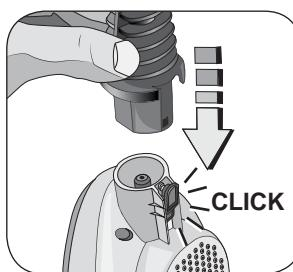
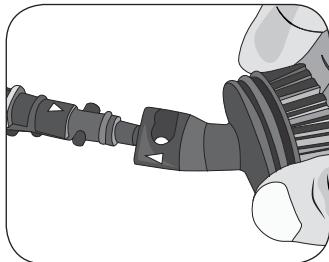

Fig. 14
Fig. 15
Introduire la rallonge (3) sur l'attache du corps de l'appareil. Quand le montage est correct, un "clic" se produit (Fig. 14). Introduire un des petits accessoires dans la partie de la buse de la rallonge (Fig. 15).